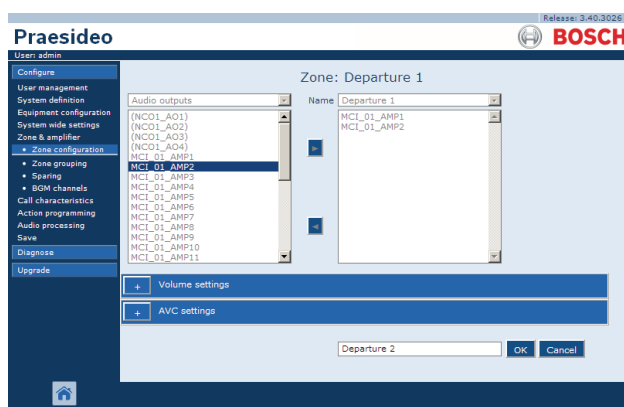

Abb. 45.4: Neue Zone erstellen, Schritt 2
- 2 Klicken Sie auf die Schaltfläche *Add* (Hinzufügen) und geben Sie den Namen der neuen Zone im Textfeld am unteren Seitenrand ein. Beispiel: *Departure 2* (siehe Abb. 45.4). Dieser Name kann bis zu 16 Zeichen lang sein.